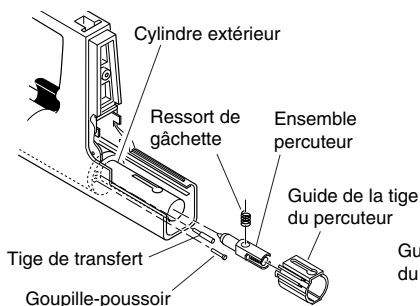
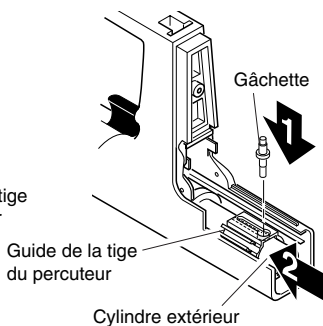

Figure 18 - Remise en place du guide du percuteur, de l'ensemble percuteur, du ressort, de la tige de transfert et de la goupille-poussoir
Figure 19 - Remise en place de la gâchette
1. Insérer la tige de transfert et la goupille-poussoir dans le corps (consulter la Figure 18).
2. Ajouter le ressort de gâchette à l'ensemble percuteur. Faire glisser l'ensemble percuteur dans le cylindre extérieur (consulter la Figure 18). Faire glisser le guide du percuteur sur le cylindre extérieur. Aligner les orifices du guide du percuteur, du cylindre extérieur et de l'ensemble percuteur de façon que la gâchette puisse facilement y passer (consulter la Figure 19).